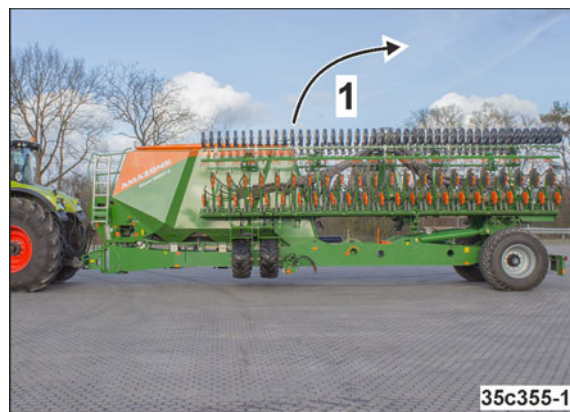

Fig. 224
2. Scoateți prin ridicare brațele în consolă ale mașinii din compartimentul de transport (Fig. 224/1).